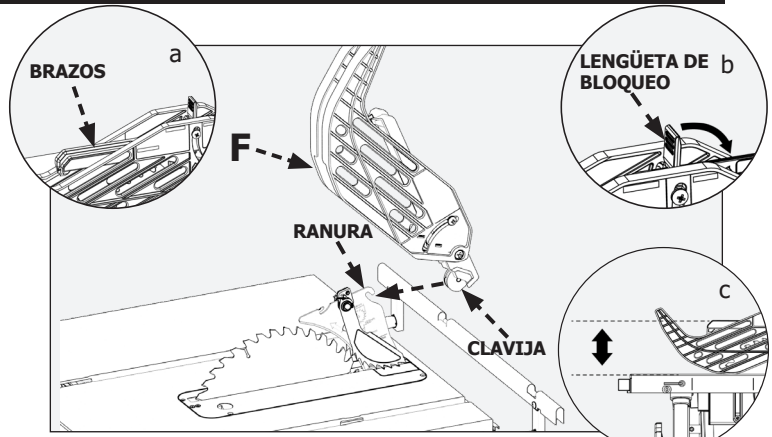

FIGURA 16
Mientras sujeta el conjunto de la protección de la hoja (F) en una posición vertical, tal como se muestra en la FIGURA 16, tire de la clavija del conjunto de la protección de la hoja completamente hacia arriba hacia la ranura posterior del separador. Gire el conjunto de la protección de la hoja completamente hacia abajo a fin de que los brazos queden paralelos a la mesa (FIGURA 16a). A continuación, bloquee la protección de la hoja en su lugar presionando la lengüeta de bloqueo (FIGURA 16b).